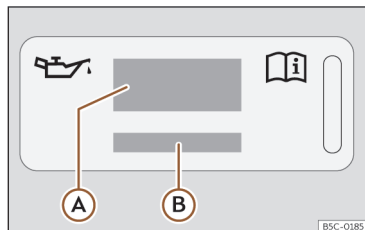
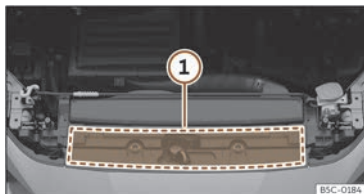

Fig. 203 În compartimentul motor: eticheta cu ulei de motor
Fig. 204 În compartimentul motor: zona unde se află eticheta cu uleiul de motor
Explicație pentru >>> **fig. 203:**
Dacă este necesară completarea cu ulei de motor, utilizați numai uleiurile indicate pe etichetă >>> **fig. 203**. Eticheta cu standard prevăzut este amplasată în partea din față a compartimentului motor >>> **fig. 204** **(1)**. Dacă utilizați uleiul de motor recomandat, puteți completa uleiul ori de câte ori este necesar.
- Dacă lipsește eticheta cu specificațiile uleiului de motor >>> **fig. 203**, contactați un atelier specializat.